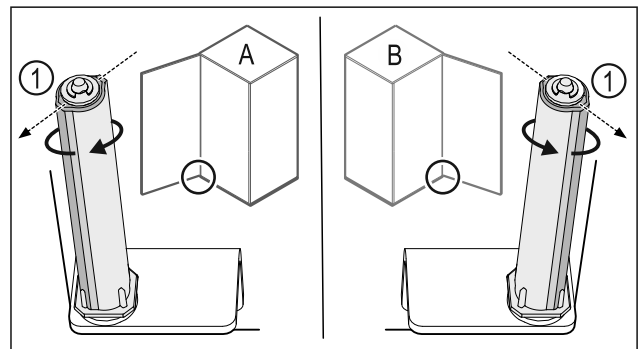

Fig. 33 Linksanschlag (A) / Rechtsanschlag (B)
- ▶ Schließsystem gegen den Widerstand drehen, bis der Steg des Schließsystems Fig. 33 (I) nach außen zeigt.